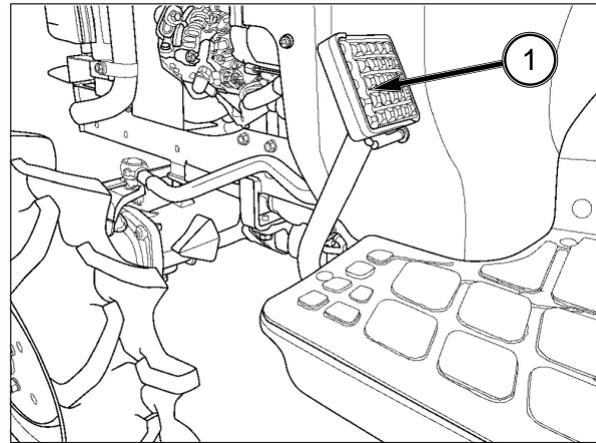

FIG. 44
FIG. 44: Cuando el pedal de embrague (1) está pisado hasta el fondo, la transmisión está desacoplada, lo que permite arrancar el motor, cambiar la relación de transmisión y detener el desplazamiento del tractor. El embrague debe desacoplarse también para activar la TDF y la conducción con 4 ruedas motrices. Suelte lentamente el pedal para embragar y transmitir la potencia hacia la transmisión y la TDF.